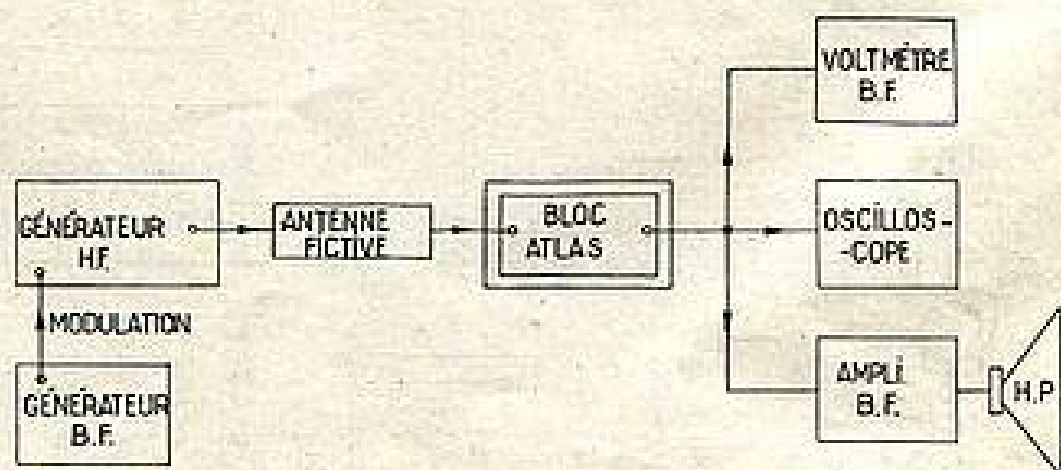

FIG. 7. — Diagramme schématique du banc de mesure.
a) *Équipement de mesure utilisé.* — Nous avons utilisé pour ces mesures un banc formé d'un générateur H.F. muni d'un atténuateur, modulé extérieurement par un générateur B.F. couvrant la bande 20-16.000 c/s, la profondeur de modulation étant variable de 0 à 100 %, d'un voltmètre électronique B.F. branché aux bornes de sortie B.F. du bloc Atlas, d'un oscilloscope B.F. branché aux mêmes bornes, et d'un amplificateur B.F. linéaire, de faible puissance, branché également aux mêmes bornes, et servant de contrôle (fig. 7).